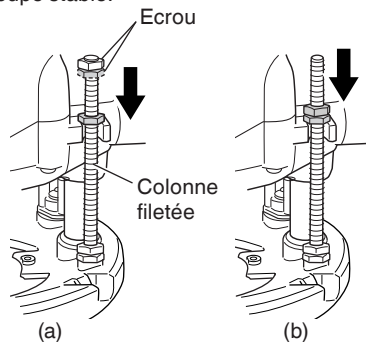

Fig. 6
- ④ Resserrez le bouton papillon. Aligned l'indicateur de profondeur avec la graduation "0" de l'échelle.
- ⑤ Desserrez le bouton papillon et élevez-le jusqu'à ce que l'indicateur soit aligné avec la graduation représentant la profondeur de coupe souhaitée. Resserrez le bouton papillon.
- ⑥ Desserrez le levier d'arrêt et appuyez sur le corps de l'outil jusqu'au bloc d'arrêt pour obtenir la profondeur de coupe souhaitée.
- (2) Comme montré dans la Fig. 6 (a), le fait de desserrer les deux écrous de la tige filetée et de les déplacer vers le bas permet le déplacement vers le bas de l'extrémité du couteau lorsque le levier de verrouillage est desserré. Ceci est utile lorsque l'on déplace la mortaiseuse pour aligner le couteau avec la position de coupe. Comme montré dans la Fig. 6 (b), serrer les écrous supérieurs et inférieurs pour une profondeur de coupe stable.